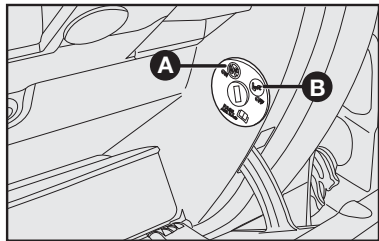

fig. 110
## Desativação do airbag frontal do lado do passageiro - fig. 110.
O interruptor tem duas posições A e B-fig. 110.
**A** - Airbag frontal lado do passageiro ativado: (posição **ON A**-fig. 110) com luz-espia no quadro de instrumentos apagada.
(posição **OFF B-fig. 110**) com luz-espia no quadro de instrumentos acesa.